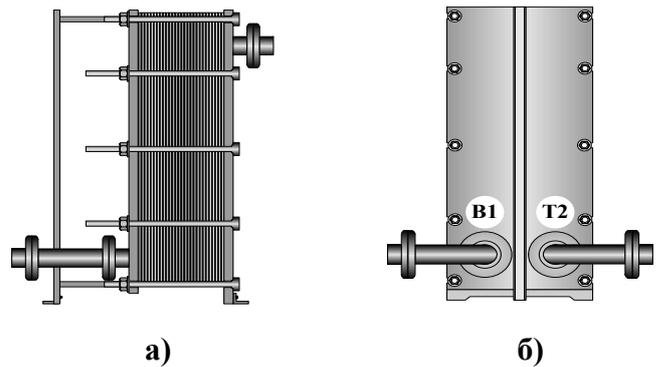

Рис.10 Подключение трубопроводов к нажимной плите теплообменника.
7.4. При подключении трубопроводов к присоединительным патрубкам на нажимной плите теплообменника необходимо предусмотреть возможность разборки теплообменника, для чего необходимо установить между теплообменником и трубопроводами катушки или отводы (рис. 10).